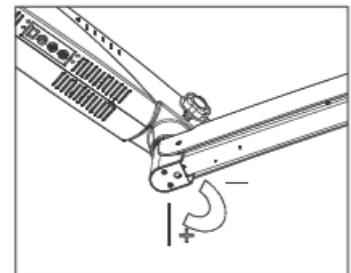

Abb. 55
2. Obwohl die Spannung am Mikroskop werkseitig gemäß der bestellten Konfiguration voreingestellt ist, kann der Benutzer die Auf- und Abkraft dennoch anpassen, indem er die Inbusschraube mit einem 8-mm-Inbusschlüssel im oder gegen den Uhrzeigersinn dreht. Weitere Einzelheiten finden Sie in Abschnitt 23. Die genaue Position der Spannungseinstellschraube finden Sie in Abb. 55.
2. Lösen Sie zwei Inbusschrauben mit einem 4-mm-Inbusschlüssel, wie in Abb. 55 gezeigt.